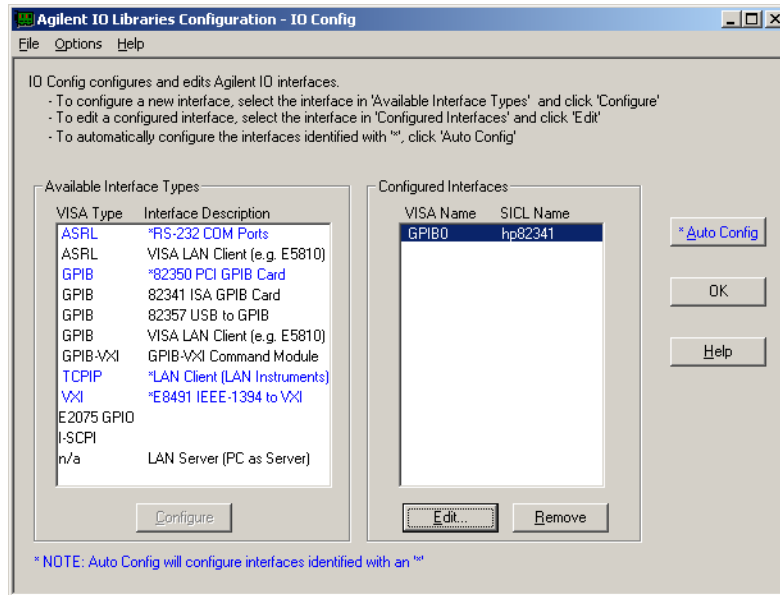

図 37 新しくコンフィグレーションした GPIB ボードがインターフェイスコンフィグレーション画面に表示されます
- 6 OK をクリックします。インターフェイスコンフィグレーション画面 (87 ページの図 37) の “Configured Interfaces” 一覧の中にここで設定した GPIB ボードが現われます。